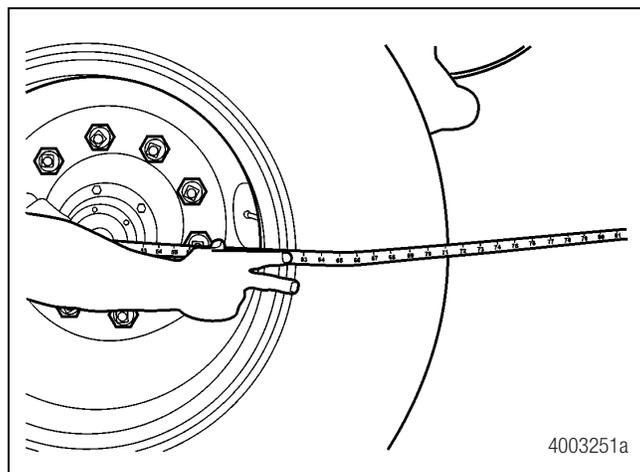

Figura 8.7
**NOTA:** El aro de rueda es un punto de medición aceptable para medir "A" y "B". La medición se debe realizar a la altura de las espigas de eje. Verifique que el aro no está dañado, que están instalados los mismos neumáticos y aros a cada lado del vehículo y que los neumáticos están debidamente inflados. Figura 8.7.